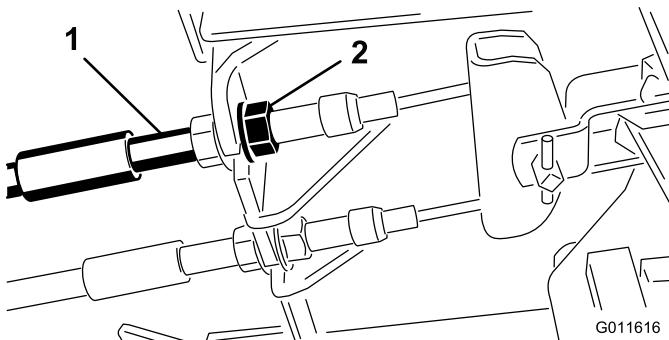

Рисунок 44
- Чтобы уменьшить свободный ход тормозных педалей, затяните тормоза, ослабив переднюю гайку на резьбовом конце троса тормоза (Рисунок 44).